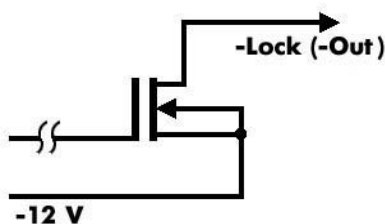

Рисунок 5 – Схема выходных каскадов «–LOCK» и «–OUT»
Выходы контроллеров «– Lock» и «– Out» представляют собой каскады типа «открытый сток» (см. рисунок 5).
- Управление замком (см. рисунок 5) осуществляется подачей или снятием напряжения -12 В на время открытия замка. При этом долговременный ток нагрузки на управляющем выходе контроллера не должен превышать $1,5\text{ А}$.